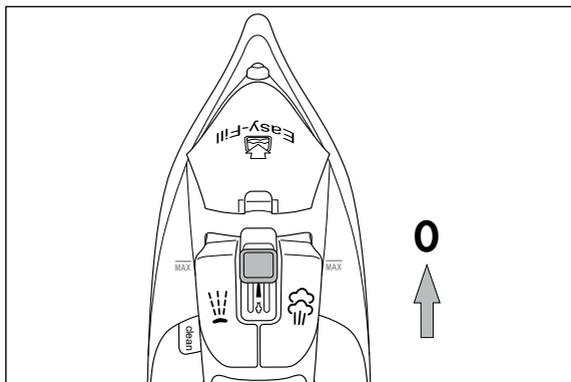

Abb. 2
- 1) Stellen Sie sicher, dass der Dampfregler **3** auf Position **0** steht (siehe Abb. 2).
- 1) Schieben Sie den Dampfregler **3** ganz nach oben in Position **0** (kein Dampf) (siehe Abb. 2).